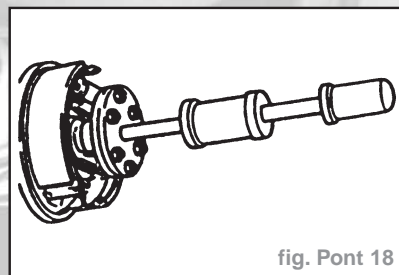

fig. Pont 18
- Si le palier est bloqué dans le carter d'essieu, utiliser un marteau à inertie (fig. pont 18).